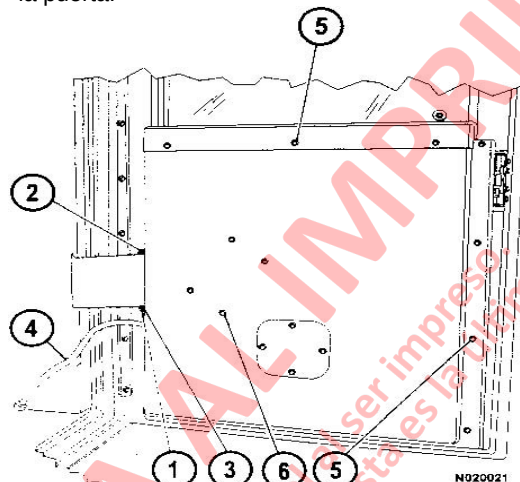

FIGURA 2-6
- Saque el sujetador de horquilla (1, Figura 2-6) y el perno (2) de la banda de retención de la puerta más cercano a la puerta.
- Saque 2 pernos (3), que aseguran el soporte de la banda de la puerta a la puerta.
- Desconecte el arnés de cableado (4) del regulador de la ventana.
- Antes de sacar todos los pernos de montaje del panel de la puerta, apoye el panel para evitar que se caiga el conjunto. Saque 15 pernos de montaje (5).
1. Retire el sujetador de horquilla (1, Figura 2-6) y el perno (2) de la banda de retención que está junto a la puerta.
25. Alinee la abertura de la banda de retención de la puerta con los orificios en el soporte, e instale el perno. Instale el sujetador de horquilla. Vea la Figura 2-6.
3. Saque los cuatro pernos de montaje (6, Figura 2-6).